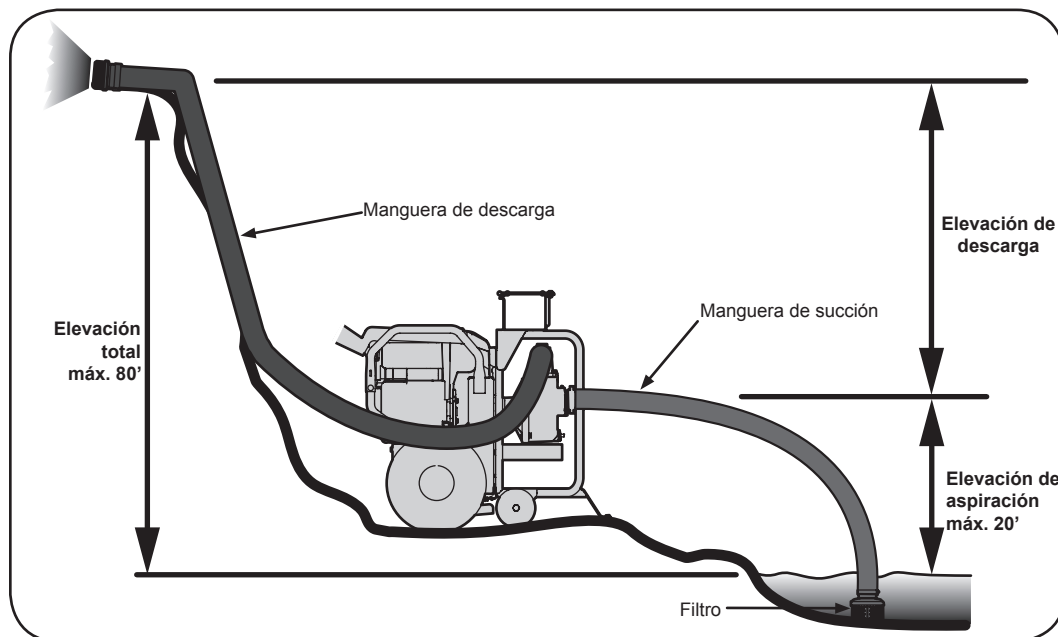

Figura 4-8
2. Inserte el extremo del filtro de la manguera de aspiración en la fuente de agua de donde desea bombear agua. Vea la Figura 4-8.